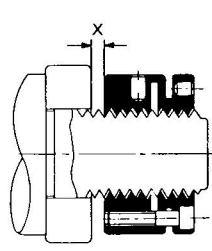

図13
3. つぎにクランプナットのクランプねじを対角線上に均等に、ナットとスピンドルねじの遊びが除去されるまで締めます。この時点でクランプナットの中心とスピンドル軸の中心が一致しナットの当り面は共通の軸に対し直角になります。またナットの締付け部と調整部は同じようにナットのねじフランクの全周で均等に支えるようになります。(図13)